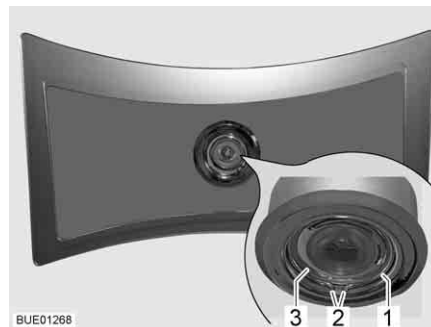

Bild 201 Deckenleuchte
- Federring (Bild 201,1) an den beiden Enden (Bild 201,2) zusammendrücken und abnehmen.
- Gehäuse (Bild 201,3) mit LED aus Leuchte herausnehmen.